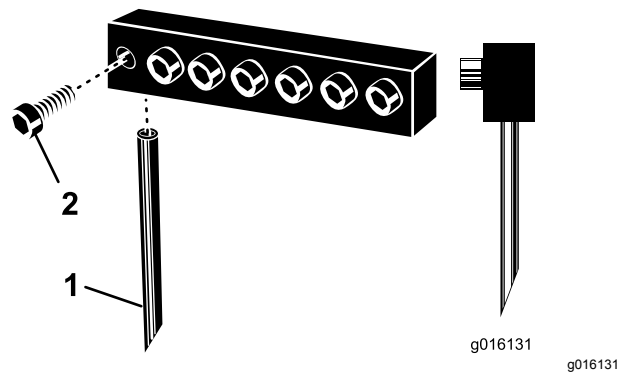

Figura 30
3. Afloje los pernos de sujeción y retire los taladros usados (Figura 30).
**Nota:** Coloque los taladros huecos con la ranura de expulsión hacia la parte trasera. Coloque los taladros macizos con el ángulo de la punta del taladro hacia la máquina (Figura 30).